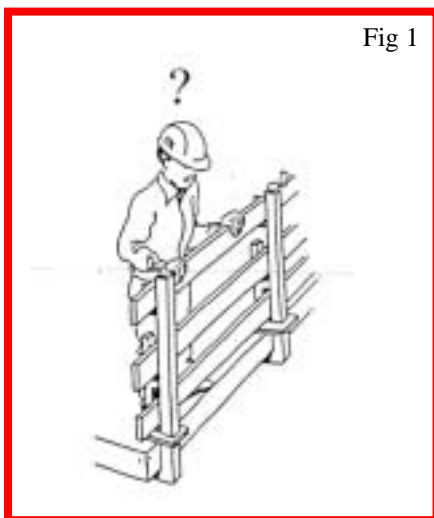

Fig 1
**Fig. 1=errore** : Il parapetto compare al termine delle operazioni di armatura, di rivestimento e di betonaggio, tre operazioni che implicano considerevoli rischi.
**Fig. 1** : I dispositivi di ancoraggio di mensole servono sia alla costruzione dell'opera che alla sua manutenzione. Essi si riveleranno utili anche in fase di demolizione.